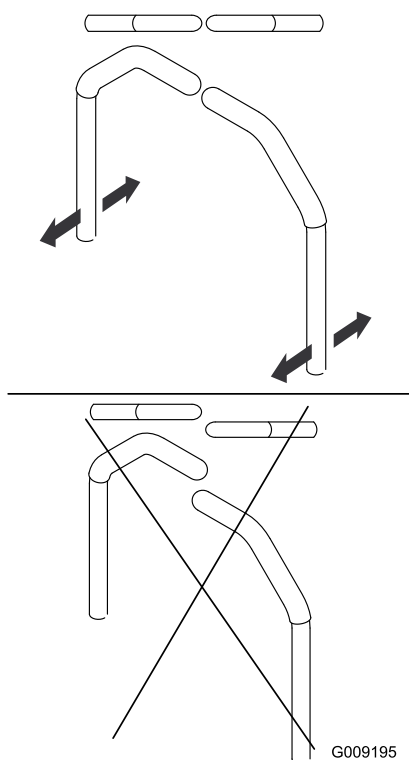

Figura 50
9. Alinee las palancas en sentido adelante/atrás acercándolas a la posición de PUNTO MUERTO, y muévalas hasta que estén alineadas; luego apriete los pernos (Figura 50).